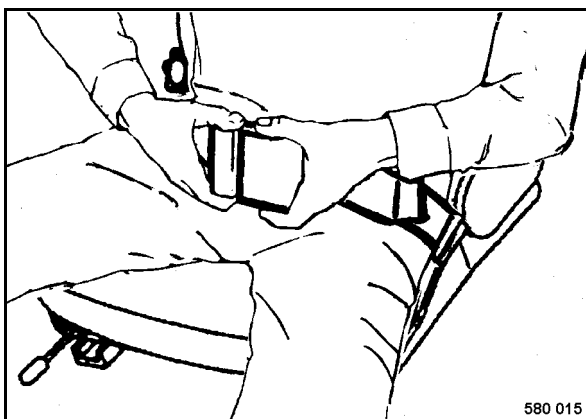

fig. 41
- Boucler la ceinture de sécurité (fig. 41).